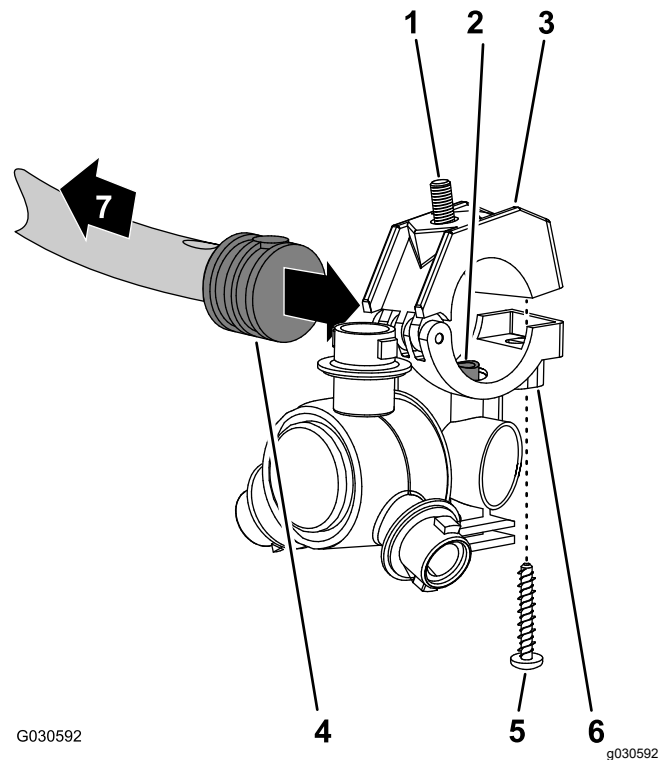

Figura 77
- Trabajando con la boquilla de fumigación que retiró en 12 Retirada de las mangueras de las boquillas de fumigación del sistema de 3 secciones (página 34), alinee el tubo de trasvase de la base de una boquilla de fumigación (Figura 77) con el orificio situado en el lado del conector dentado simple (1/2").
- Cierre la mitad superior de la abrazadera alrededor del conector dentado y sujete la mitad de la abrazadera y el cuerpo de la boquilla de fumigación (Figura 77) con el tornillo de acero